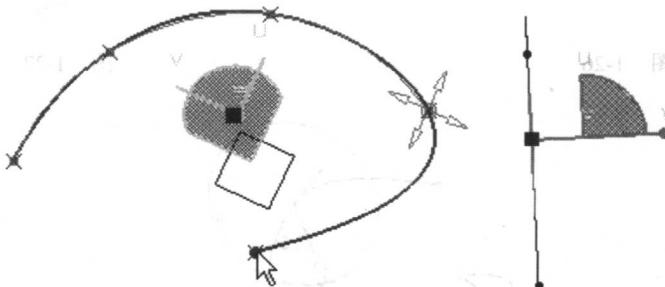

图 1-23
(10) 可以在指南针的 XY 平面上自由选择任意点建立样条线。首先将指南针移动到平面上，在几何显示区上单击选择适当的点作为样条线的点，如图 1-23 左图所示；从图 1-23 右图可见，形成的样条线是在指南针的 XY 平面上。